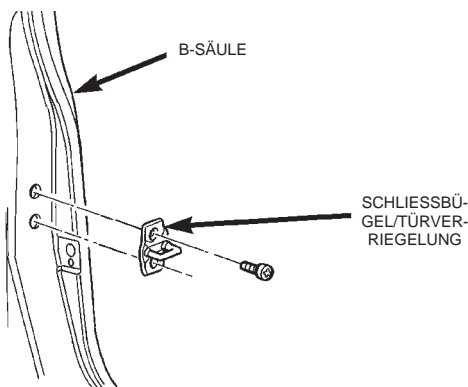

Abb. 38 Schließbügel/Vordertür
(1) Vordertür öffnen.
(2) Lage des Schließbügels an der B-Säule markieren, um den späteren Einbau zu erleichtern.
(3) Befestigungsschrauben lösen, mit denen der Schließbügel an der B-Säule befestigt ist (Abb. 38).
(4) Schließbügel vom Fahrzeug abnehmen.